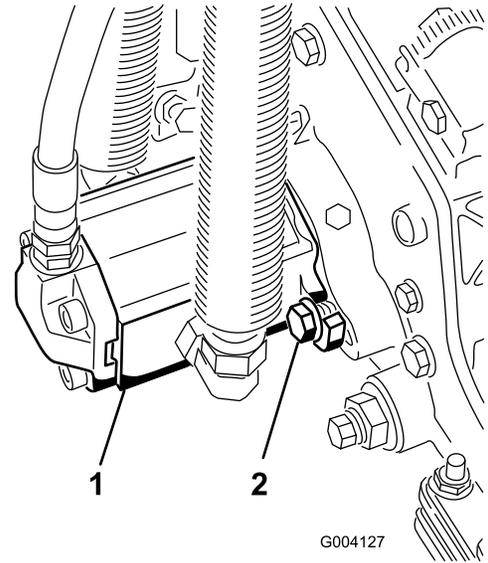

図 14
16. モータを手を持ち、右回りにひねってモータのフランジをボルトから逃がしながら、キャップスクリューにモータをセットする(図 14)。モータを左回りにひねって、ボルトに